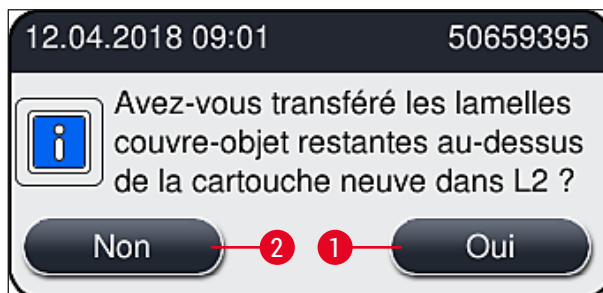

Fig. 63
8. Après la fermeture du capot, le système demande à l'utilisateur si les lamelles couvre-objet restantes ont été insérées dans la nouvelle cartouche (→ Fig. 63). Si c'est le cas, accusez réception du message d'information en appuyant sur **Oui** (→ Fig. 63-1). Si aucune lamelle couvre-objet n'a été insérée, accusez réception du message d'information en appuyant sur **Non** (→ Fig. 63-2).